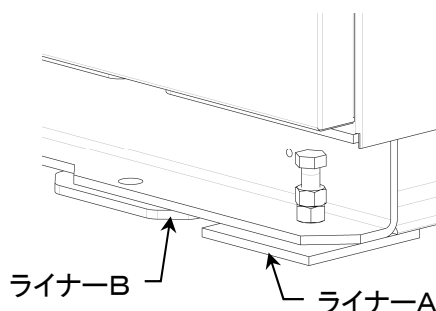

図4-3
- 1) 機械据付ベッドチャンネルに溶接された前後4箇所のボルト(M12)の下、及びアンカー固定板4箇所の下に付属の鉄板製ライナーを敷き機械をその上に据付けます。(図4-3)